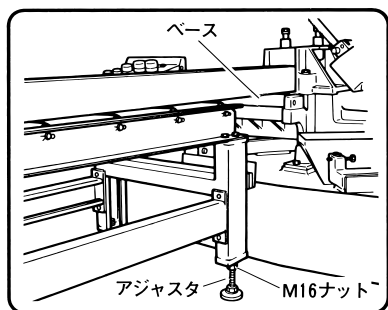

図 14
(1) ローラスタンドの高さとロータリバンドソーのベース面の高さが一致するようにアジャスタ (4本) で調整します。(図14)
(2) 調整後は、M16ナット (4個) を確実に固定してください。(図14)